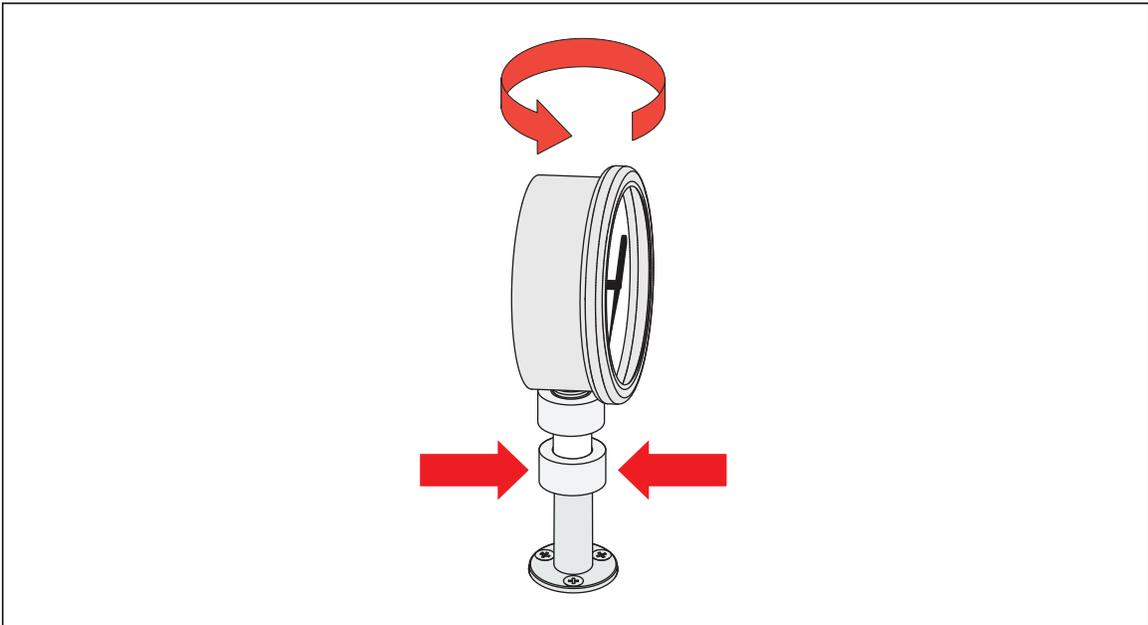

图 13.调节仪表位置
4. 牢牢握住仪器，同时逆时针方向转动仪表转接头，直至其向下移到 O 型密封圈上，参见图 13。